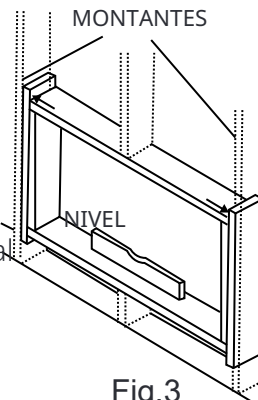

Fig.3
2. Asegure el gabinete en su lugar usando clavos de mampostería o los tornillos de anclaje de mampostería adecuados. (Otra forma de asegurar el gabinete es construir un marco en la pared de mampostería como se muestra en la Fig. 3 del Paso 2 Preparar la pared. Asegure firmemente el marco a la pared de mampostería. De esta manera se obtiene un muy buen espacio libre de lamas a ambos lados del gabinete.)